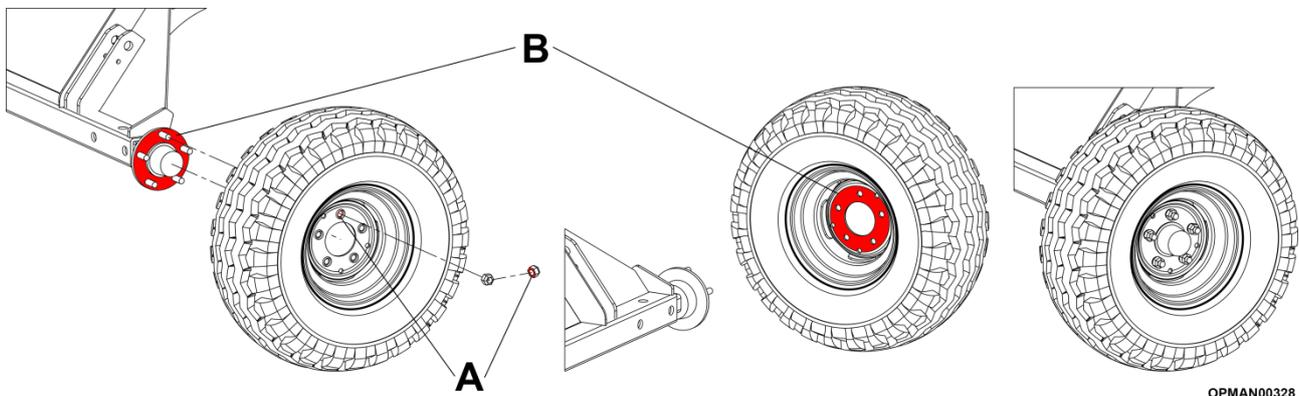

Abbildung 5.77 - Ausrichtung der Straßenreifen und Radmuttern am Trident
Achten Sie beim Anbringen des Rades darauf, dass die **gewölbte Seite der Radmutter am Rad** anliegt, siehe Abbildung 5.77 (A).
Achten Sie bei der Montage der Trident-Straßenreifen darauf, dass die **flache Seite des Rades an der Nabenfläche** anliegt, siehe Abbildung 5.77 (B).